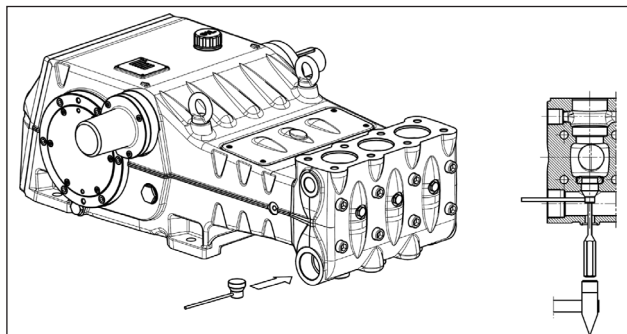

Fig. 113
En caso de dificultad para extraer el grupo de la válvula de aspiración (por ejemplo, si se han formado depósitos debido a largos periodos de inactividad de la bomba) utilizar el extractor cód. 27516200 (para LK36-LK40-LK45) o cód. 27516300 (para LK50-LK55-LK60) (pos. ①, Fig. 113) y seguir las instrucciones.